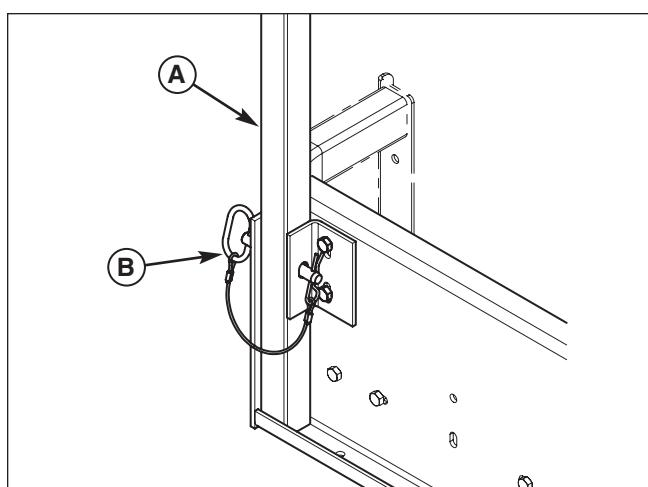

Figura 62. Remoción de los pasadores de enganche
8. Quite los pasadores de enganche (B, Figura 62) fijando los postes de soporte de las bolsas (A) a la placa de soporte